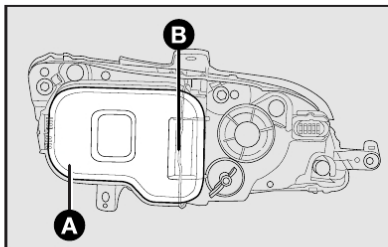
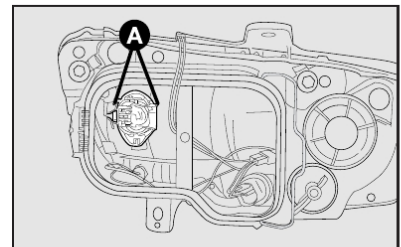

fig. 24
fig. 26
1) remover a tampa plástica **A** para ter acesso às lâmpadas deslocando a trava **B**-fig. 24;
3) retirar o porta-lâmpada pressionando as presilhas **A**-fig. 26 abrindo-as lateralmente;
6) reenganchar a presilha de fixação **A**-fig. 26 e reconectar a lâmpada, colocando por último a tampa plástica **A**-fig. 24.
1) remover a tampa plástica para ter acesso à lâmpada deslocando a trava **A**-fig. 24;
- 1) remover a tampa plástica para ter acesso à lâmpada deslocando a trava **A-fig. 24**;